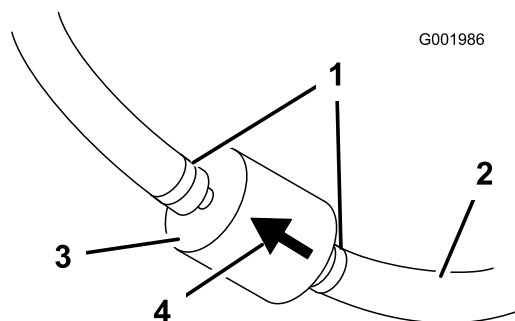

Figura 53
5. Aperte as pontas dos grampos da tubagem e afaste-as do filtro (Figura 53).